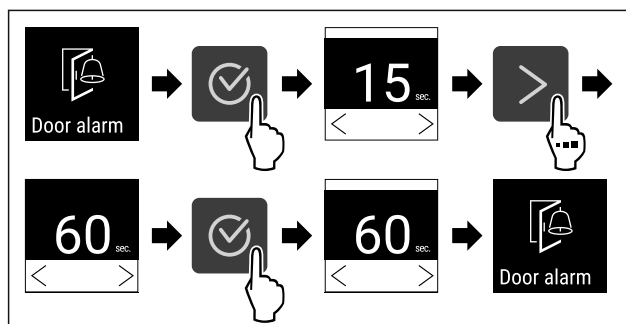

Fig. 117
- ▶ Izvedite zahtevane korake (glejte Fig. 117).